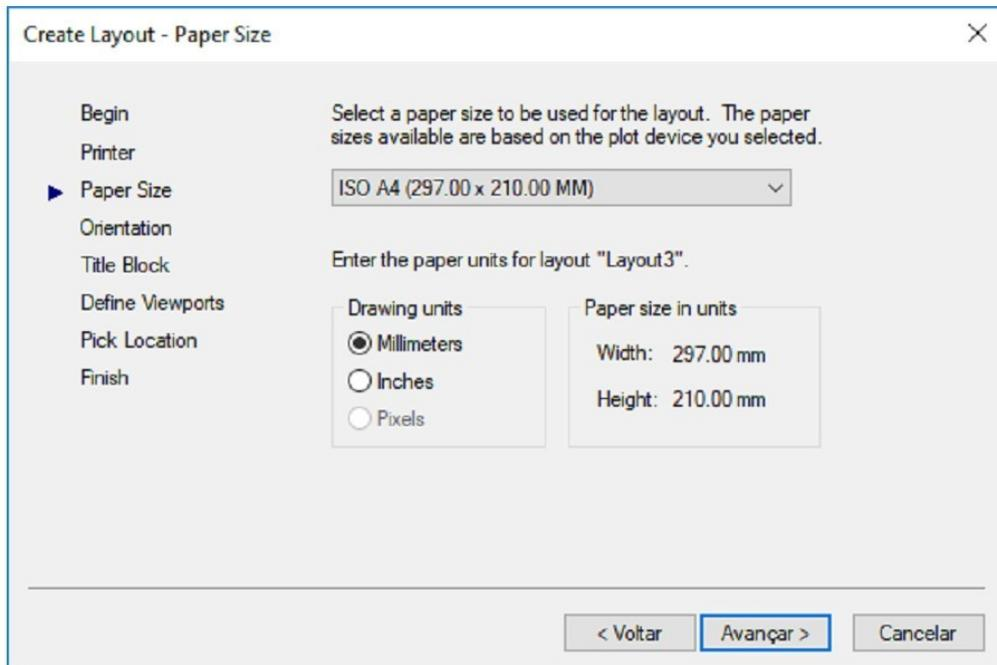

Figura 12.8 – Escolha da folha (PAPER SIZE).
- Escolha agora o tamanho da prancha a ser utilizada (figura 12.8). No caso da figura apresentada, escolheu-se uma folha ISO A3 (297 x 420 MM). Escolha uma das folhas e, em seguida, clique em AVANÇAR.